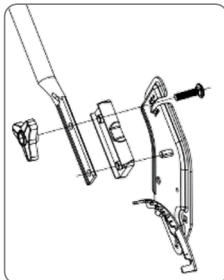

Abb. 1
1. Nehmen Sie den unteren Lenker heraus; setzen Sie die Isolierplatte separat auf die linken und rechten Handgriffhalter. Richten Sie alle Teile aus und ziehen Sie sie mit den 2*M8×35 Schlossschrauben fest, die mit dem Dreieck-Verriegelungsknopf kompatibel sind (Abb. 1). (Achtung: Ersetzen Sie die M8×35-Schrauben durch M8×26-Schrauben für das Modell mit manuellem Schieben und verwenden Sie keine Isolierplatte.)